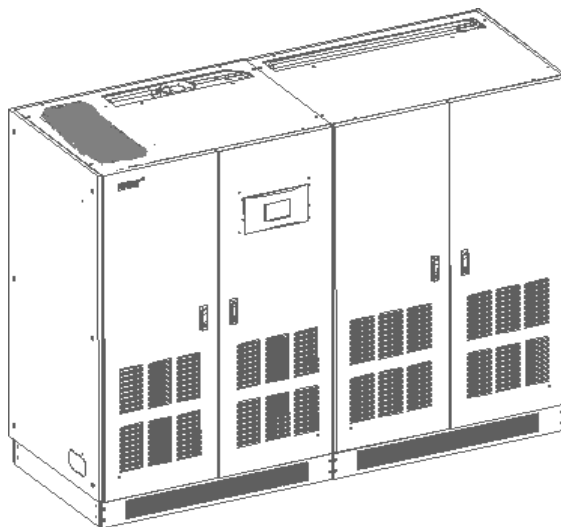

Рисунок 3-9: Размещение шкафа выпрямителя и шкафа инвертора ИБП 400 ~ 500 кВА
1. Рядом: установите шкаф выпрямителя и шкаф инвертора рядом, см. рисунок 3-9. Между шкафами не должно быть зазора, и они должны располагаться на одном уровне.